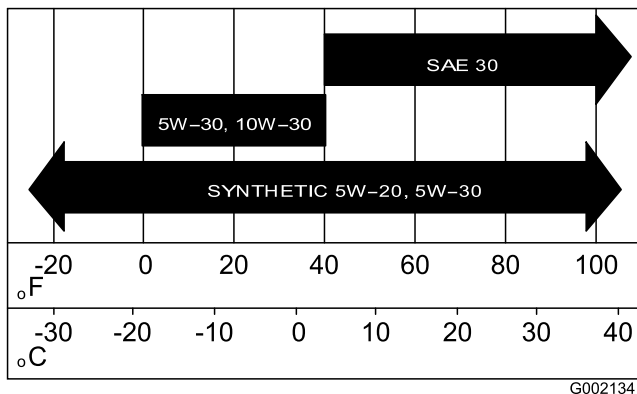

Figure 32
- Remplissez le carter de l'huile spécifiée (Figure 32).